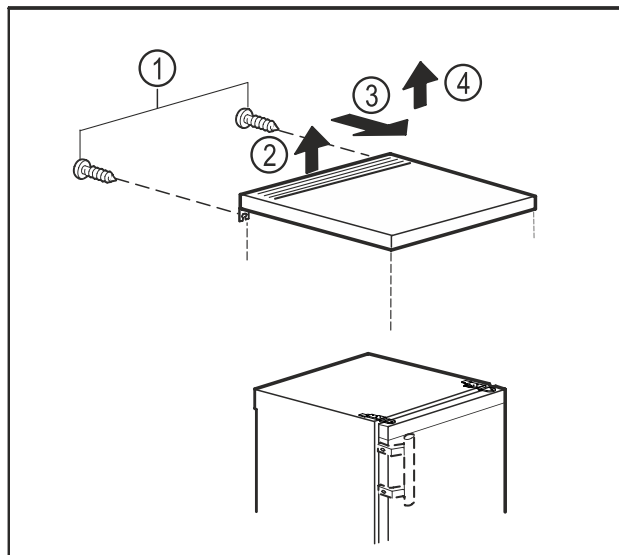

Fig. 9
- ▶ Demontirajte vijke na stražnjoj strani. Fig. 9 (1)
- ▶ Podignite stolnu ploču otraga. Fig. 9 (2)
- ▶ Pomaknite stolnu ploču prema naprijed. Fig. 9 (3)
- ▶ Skinite stolnu ploču prema gore. Fig. 9 (4)